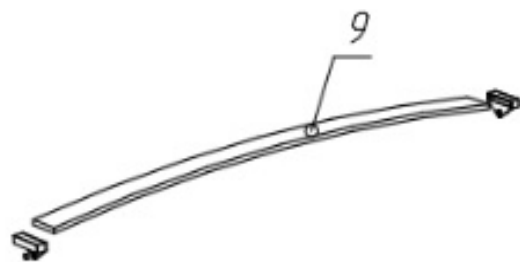

Рис.1.3.
1.7. Растелить ортопедический настил, для этого одеть латодержатели на торцы ламели ортопедического настила (рис.1.3) и установить ее в отверстия опорной части кровати. Таким образом установить все элементы ортопедического настила. (Рис.1.4.)